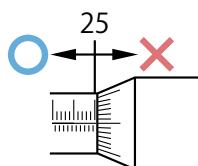

Fig. 2
- No mueva el husillo mas alla del límite superior del intervalo de medición ya que esto puede dañar a algunos tipos de micrómetro digital. (**Fig. 2**)